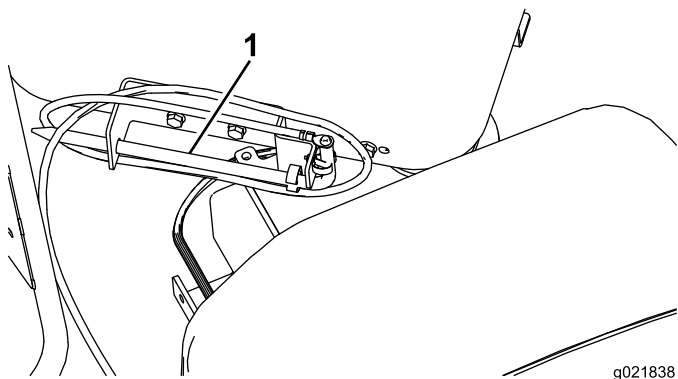

Figura 78
1. Retire a haste de aterramento de seu suporte na lateral da plataforma do operador (Figura 78).